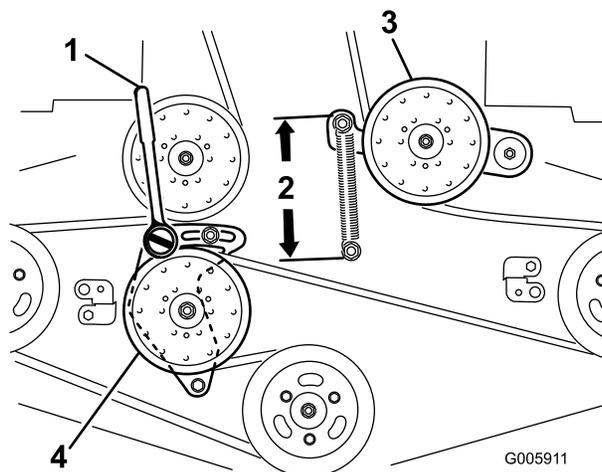

Figura 61
4. Allentate il braccio di rinvio fisso e regolatelo per scaricare la tensione della cinghia (Figura 61).
7. Inserite un cricchetto con un'estensione ridotta o una barra idonea nel foro quadrato nel braccio di rinvio fisso (Figura 61).
9. Per aumentare la tensione della cinghia, ruotate il cricchetto o la barra idonea in senso antiorario per spostare il braccio di rinvio fisso fino a creare uno spazio di 16,5 cm tra i ganci delle molle (Figura 61).